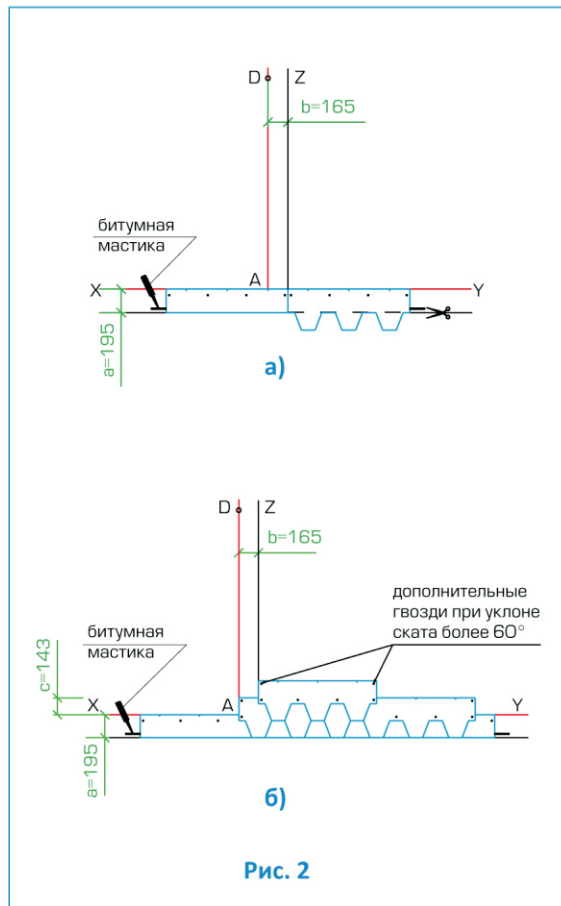

Рис. 2
Укладка материала (рис. 2)
- Начальный ряд формируется из листов черепицы СМАЛЬТО с обрезанными лепестками. Полученные таким образом полосы шириной 19,5 см укладываются по линии карниза в обе стороны от линии Z (рис. 2а) и фиксируются по нижнему краю битумной мастикой, а по верхней кромке 4 гвоздями (ось гвоздей на 5 см ниже верхнего края полосы);
- далее первый ряд черепицы укладывается от линии AD (рис. 2б);
- второй ряд укладывается от линии Z (со смещением 16,5 см от AD) (рис. 2б);
Каждый лист гибкой черепицы СМАЛЬТО крепится 4 гвоздями таким образом, чтобы гвоздь прошивал и верхний край низлежащего листа черепицы (рис. 2б).